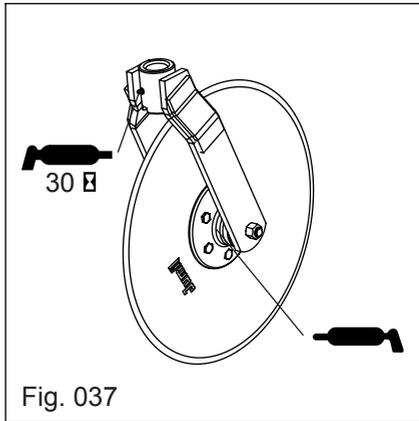

Fig. 037
**Conj. Disco de Corte - Fig. 037**